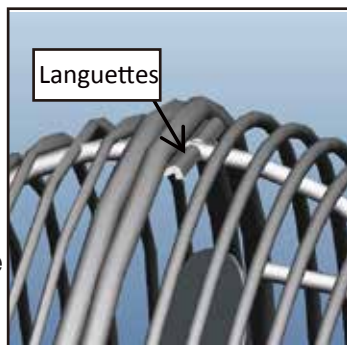

Figure 5.
6. Placez la **Grille avant** contre la **Grille arrière** et poussez-les ensemble jusqu'à ce que les languettes sur les grilles se maintiennent ensemble. **Figure 5.**